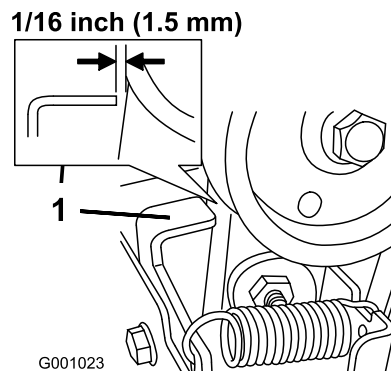

Figure 46
3. Lorsque le levier de commande de fraise à neige/turbine est désengagé, vérifiez qu'il existe un écart de 1,5 mm entre l'ensemble embrayage de fraise à neige et la patte (Figure 46).